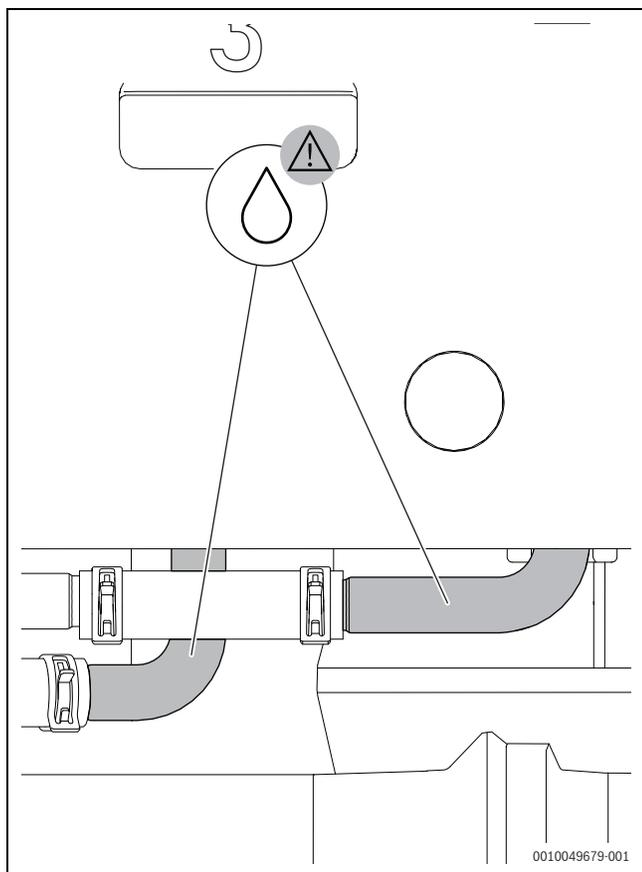

Fig. 24 Tubi che necessitano di isolamento, se il modo raffrescamento è utilizzato sotto il punto di rugiada
- ▶ Per evitare perdite termiche, l'installatore deve isolare i tubi di calore (vedere → Fig. 24 "Tubi che necessitano di isolamento, se il modo raffrescamento è utilizzato sotto il punto di rugiada").